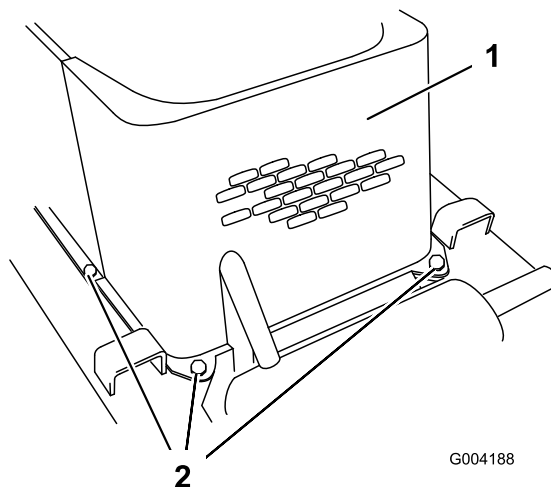

Figure 32
5. Retirez les 4 boulons qui fixent le panneau avant au cadre (Figure 32).